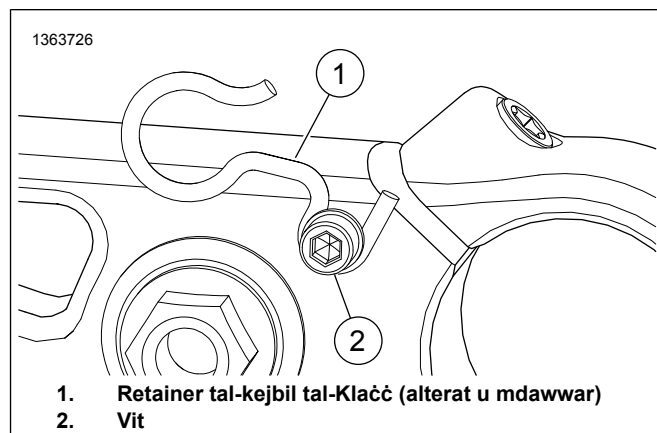

Figura 4. Ir-Retainer Immodifikat tal-Kejbil tal-Klacċ
1. Figura 4 Hoġi il-vit (2).
2. Neħni r-retainer tal-kejbil tal-klacċ OE (1).